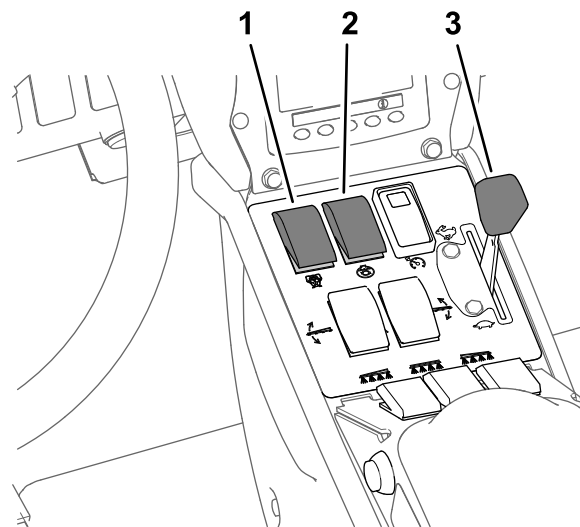

Bild 37
8. Stellen Sie den Rührwerk- und Sprühpumpenschalter in die EIN-Stellung (Bild 37).
9. Stellen Sie die Gasbedienung in die SCHNELL-Stellung (Bild 37).
Hinweis: In diesem Schritt wird vorausgesetzt, dass die Sprühpumpe eingeschaltet ist, siehe Bild 37 in Sprühen im Dosierungsmodus \(Seite 37\).
4. Stellen Sie die Gasbedienung auf die gewünschte Motordrehzahl, siehe Bild 37 in Sprühen im Dosierungsmodus \(Seite 37\).